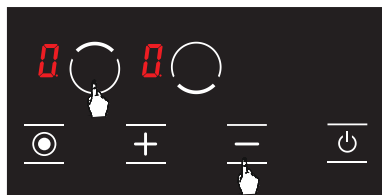

Abbildung 14
1. Berühren Sie die Auswahl taste () für die obere Kochplatte und die Minustaste () gleichzeitig, dabei ertönt ein kurzer Signalton. (siehe Abb. 14) Danach werden die Finger vom Bedienfeld des Herds entfernt.